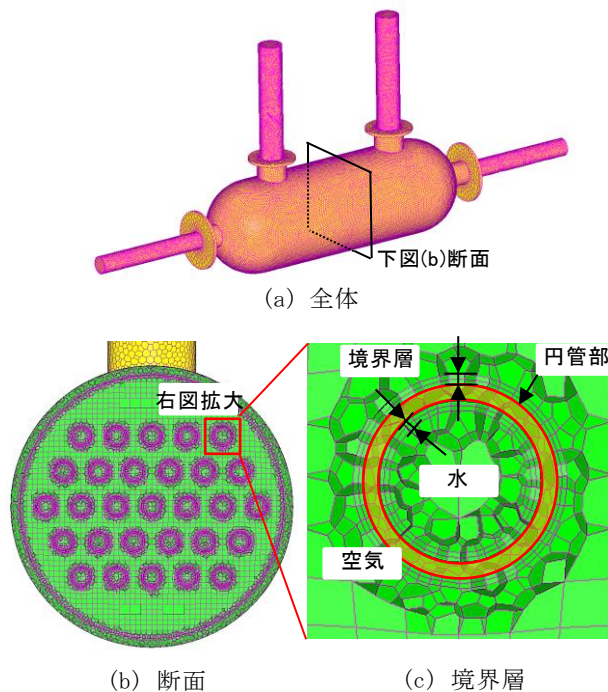

図 3 メッシュ分割
【手順③: メッシュの作成】流体領域にメッシュを作成します。固体の熱伝導を考慮しない場合は固体部(製品部)にはメッシュを作成せず、熱伝導を考慮する場合は固体部にもメッシュを作成します。本報では熱交換器の気体部と液体部は管壁(円管部)を介して熱交換を行うため、図 3 に示すように、固体部にもメッシュを作成しました。また、流体は壁面付近に境界層と呼ばれる速度勾配・温度勾配を持つ領域が存在するため、解析精度の向上を目的に壁面に沿った薄いメッシュ(境界層メッシュ、図 3(c))を作成します。